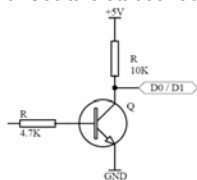

Figura 1
1. Uscita Wiegand (v. Figura 1)